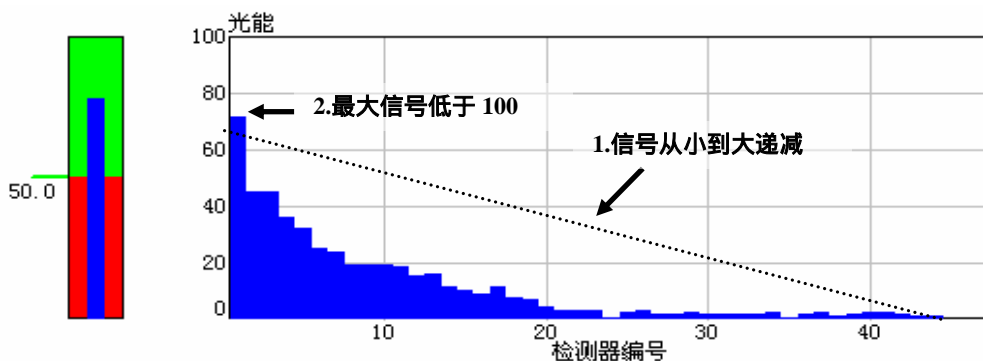

图 A.1 正常的检测器信号
6. 观察检测器信号，当检测器信号满足从小到大递减，且最大信号低于 100（如图 A.1）时，可以开始测量。
清洗过程中保持测量显示窗体打开，观察仪器吸光度情况，清洗完成后，应当满足检测器信号满足从小到大递减，且最大信号低于 100（如图 A.1）。否则应继续清洗。
当检测曲线异常（空白曲线不满足图 A.1 结构）且自动对光无法调节至正常状态时可选择进行手动对光。选择手动对光后，检测界面上会出现相关选项，选择传感器设置和调节步长后可以手动对光。